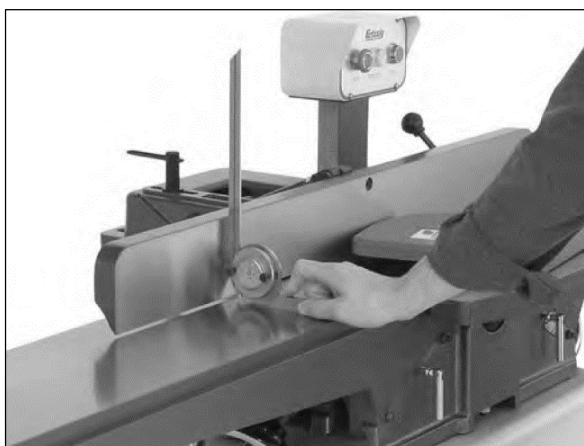

Рисунок 51.
*Чтобы установить параллельный упор под 90 градусов (рис. 51):*
- При помощи малки установите параллельный упор под углом 90 градусов (рис. 51).